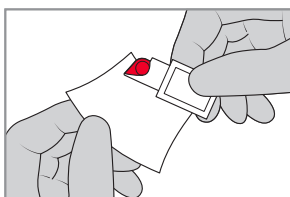
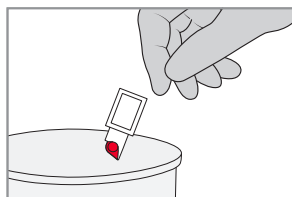

FIGURE 3-7
FIGURE 3-11
- d) Pour terminer la mesure, suivre les étapes *g-l* et les indications de la FIGURE 3-7 à la FIGURE 3-11 dans la section 3.1 *Sang capillaire*. Veiller à commencer la mesure le plus rapidement possible et au plus tard dans les 10 minutes suivant le remplissage de la cuvette.